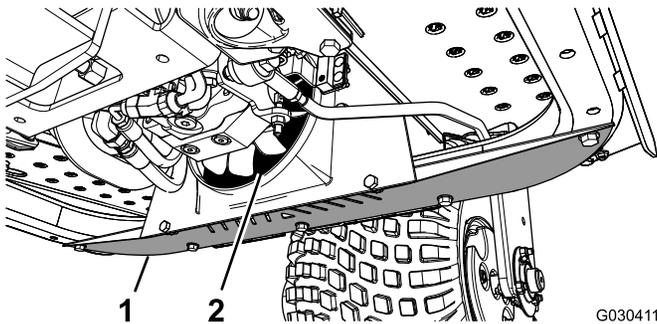

Figura 44
1. Retire el protector inferior (Figura 44).
2. Con una pistola, aplique aire comprimido entre las palas del ventilador (Figura 44) para que el material salga en la dirección que entró.